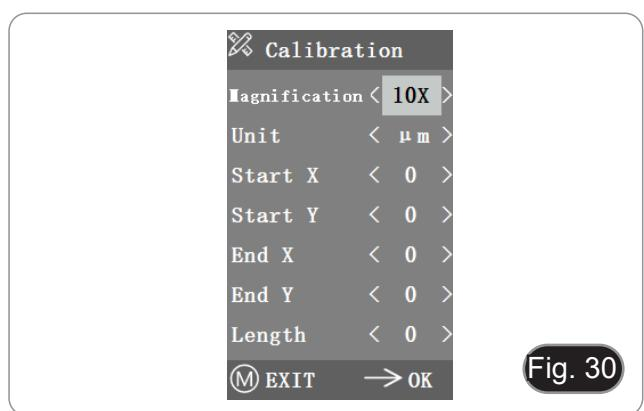

Fig. 30
3. Dopo essere entrati nel menu Calibrazione, la finestra di dialogo di Fig. 30 appare.